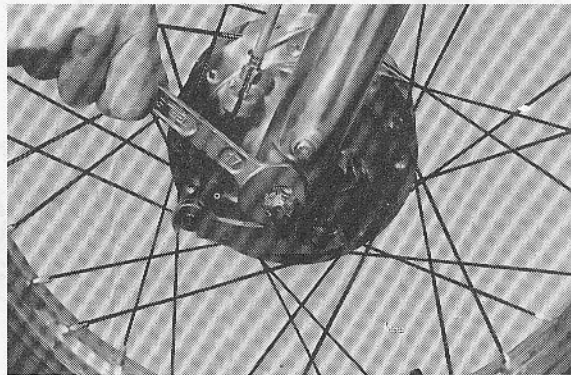

Fig. 5-1-4
4. Remove the front axle nut. (Fig. 5-1-4)
4. Enlever l'écrou d'axe avant. (Fig. 5-1-4)